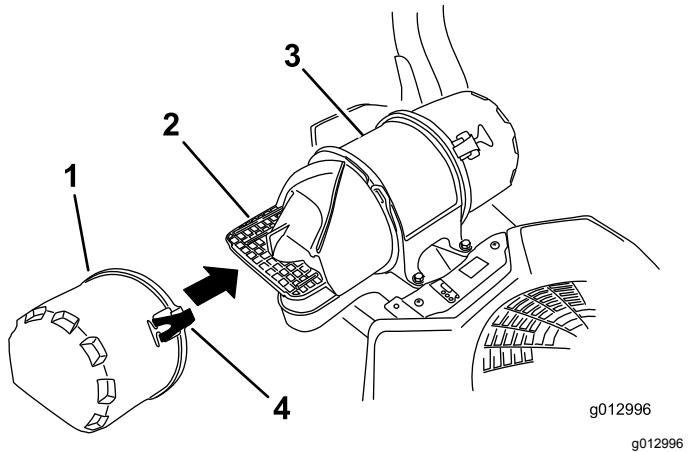

Figura 48
3. Abra los cierres del limpiador de aire y tire de la tapa de la entrada de aire para separarla de la carcasa del limpiador de aire (Figura 48).
5. Instale la tapa de la entrada de aire y sujetela con los enganches (Figura 48).